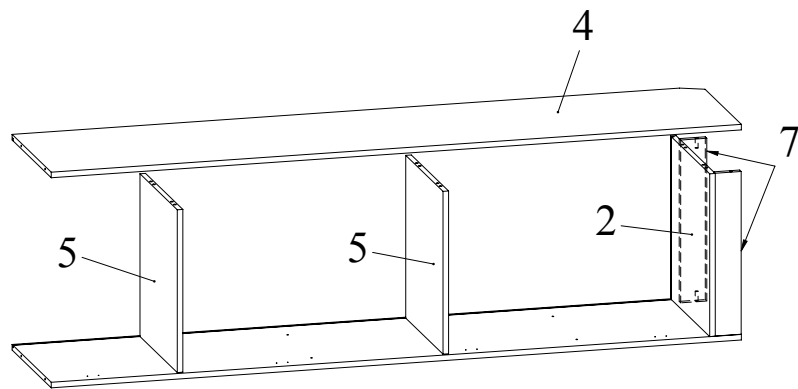

Рис.6
8. Установить боковину 4 на дно 2, полки 5 и зафиксировать, повернув конфирматным ключом головки минификсов по часовой стрелке до упора (Рис. 6).